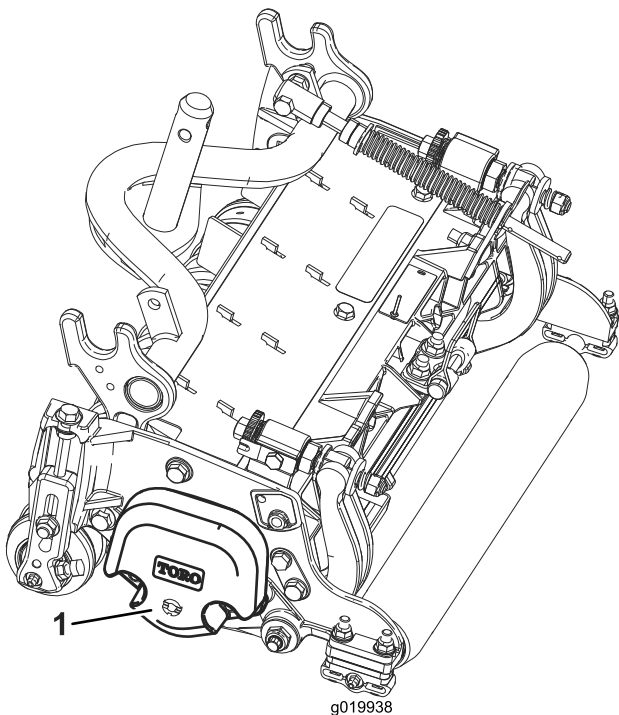

Bild 3
5. Stellen Sie sicher, dass das Gegengewicht (**Bild 3**) am richtigen Ende der Schneideinheit montiert ist, wie in der *Bedienungsanleitung* der Schneideinheit beschrieben.